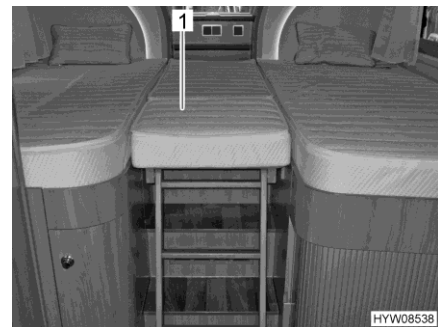

Fig. 87 Superficie utile (letto in coda)
- Inserire il cuscino aggiuntivo (Fig. 87,1) fornito in dotazione.